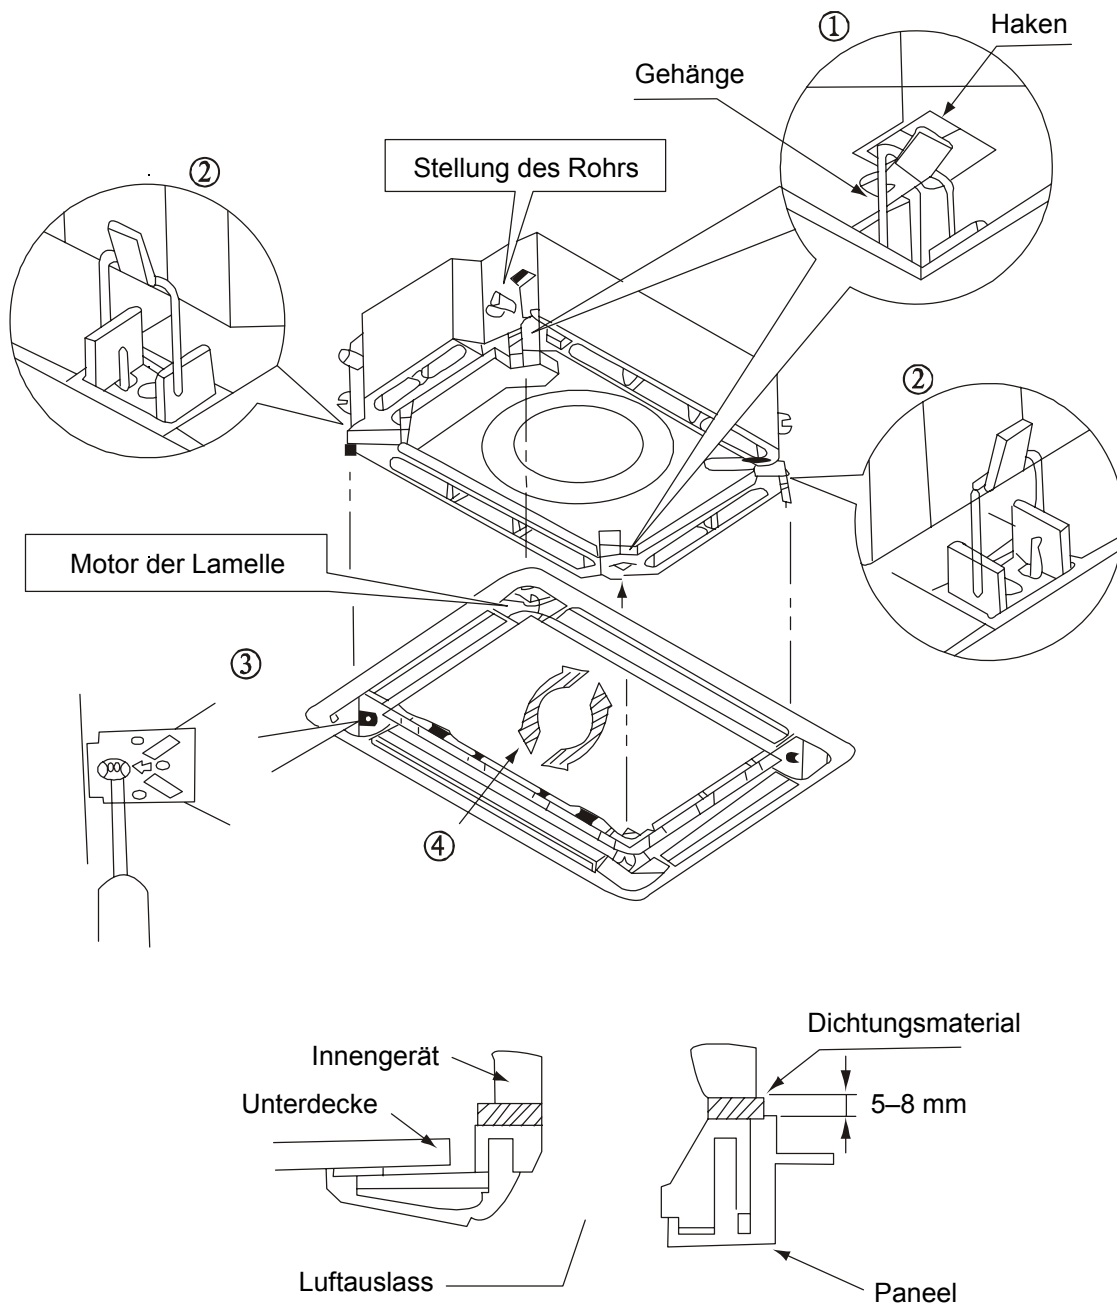

Abb. 4
1. Bringen Sie das Paneel zum Gehäuse des Innengerätes so an, damit die Motorstellung für die Schwingung der Lüftungslamelle auf dem Zierpaneel der Stellung der Rohrleitung auf dem Innengerät entspricht, siehe Abb. 4.
- (1) Hängen Sie das Gehänge, das auf der anderen Seite des Paneels als der Motor der Schwingung der Lüftungslamelle angebracht ist, einstweilen auf den Haken des Innengerätes (2 Stellungen) ein.
- (2) Hängen Sie einstweilen die restlichen zwei Gehänge in die Haken an den Seiten des Innengerätes ein (passen Sie auf, dass das Motorkabel im Abdichtungsmaterial nicht ergriffen wird).
- (3) Schrauben sie 4 Sechskantschrauben, die direkt unter den Gehängen angebracht sind, um ca. 15 mm ein (das Paneel hebt sich auf).
- (4) Korrigieren Sie die Lage des Paneel durch die Umdrehung in der Pfeilrichtung nach der Abbildung 4, damit die Öffnung in der Unterdecke voll abgedeckt ist.
- (5) Ziehen sie die Schrauben an, bis die Dicke des Abdichtungsmaterials zwischen dem Paneel und dem Gehäuse des Innengerätes 5–8 mm betragen wird.